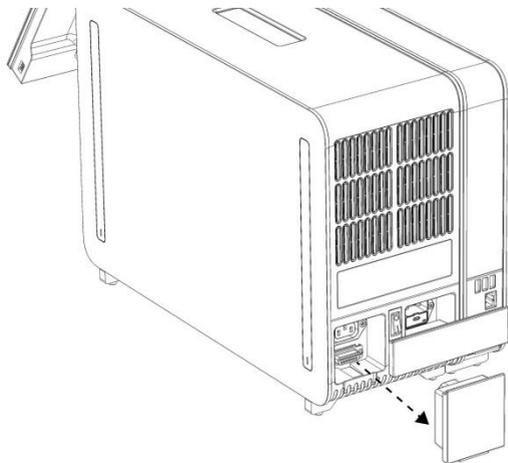

Figura 9. Removendo a Ponte de terminação.
- 1d. Remova a Ponte de terminação da parte traseira do Módulo analítico (Figura 9).